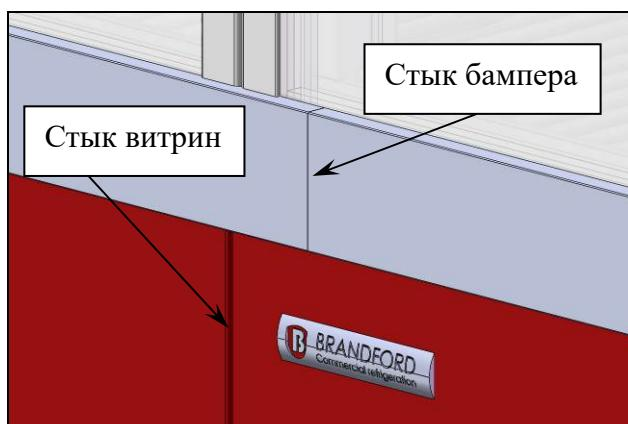

рис. 7
6. Укоротить на одной из стыкуемых витрин профиль бампера так, чтобы профиль бампера второй витрины вплотную прилегал к бамперу первой витрины. Установить «длинный» бампер на стыкуемой витрине саморезами (рис. 7)